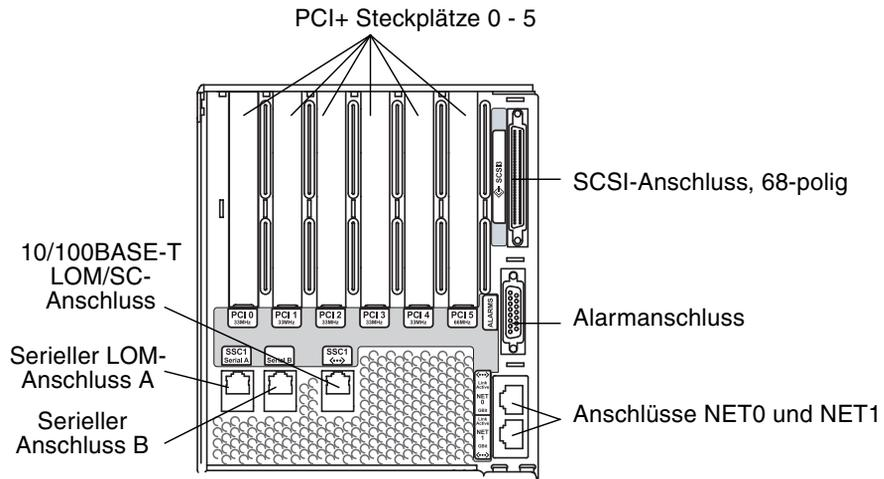

ABBILDUNG 1-26 Positionen des System Controllers und des E/A-Moduls
### 1. Schließen Sie die Verwaltungskonsole an den seriellen LOM-Anschluss A an (ABBILDUNG 1-26).
#### 1. Verbinden Sie den 10/100BASE-T LOM-Ethernet-Anschluss mit der gewählten Verwaltungskonsole (lokaler Hub, Router oder Schalter) ABBILDUNG 1-26.
1. Schließen Sie ein Ende des E/A-Ethernet-Kabels an den NET0/NET1-Ethernet-Anschluss an (ABBILDUNG 1-26).
1. Erstellen Sie eine Verbindung zwischen der Datenstation und dem seriellen Anschluss auf der System Controller-Karte (ABBILDUNG 1-26).